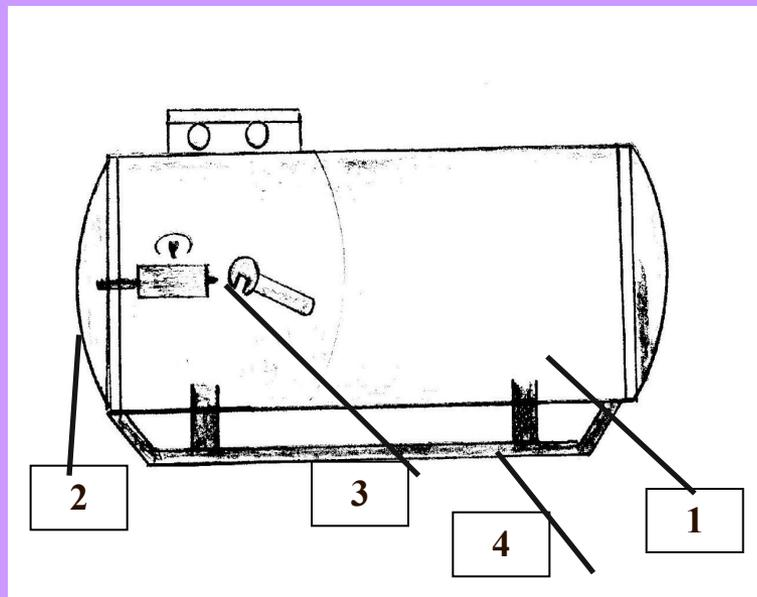

Рис. 5 . Шахтный пусковой агрегат АП-4, АПШ-1:
5. Поворотом ручки включения опробуют включение-отключение автоматического выключателя (рис.5).